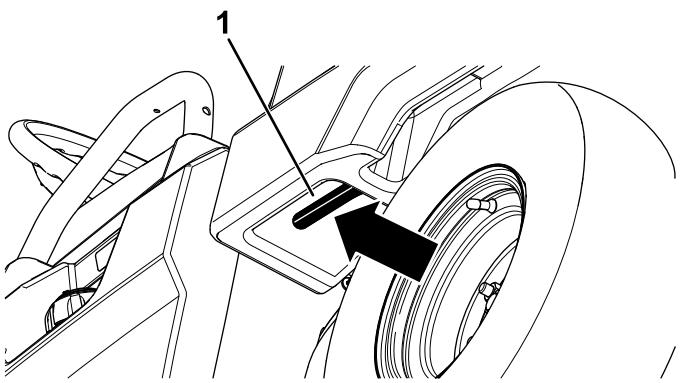

Figura 21
1. Puxe a alavanca para a esquerda, dentro da plataforma de carga, para si, e eleve a plataforma de carga (Figura 21).
1. Levante ligeiramente a plataforma de carga levantando a alavanca de bloqueio (Figura 21).